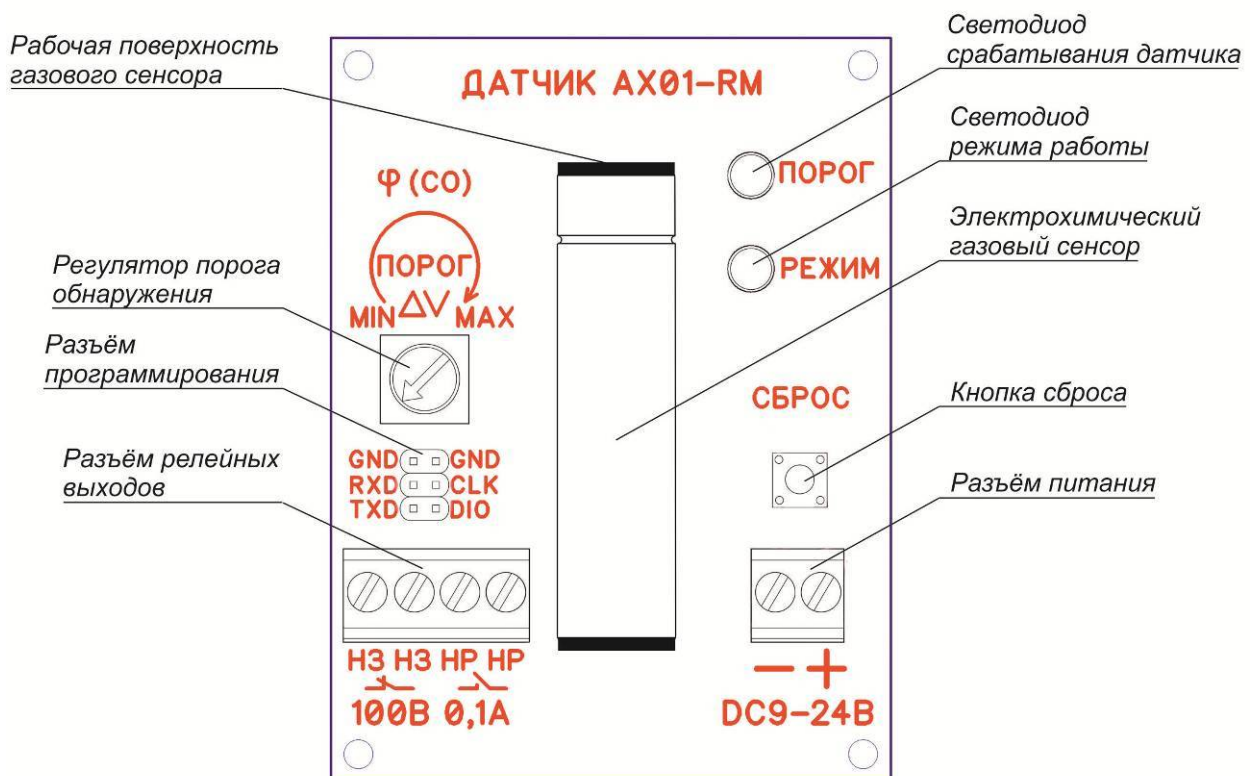

Рис. 1 Внешний вид платы датчика AX01-RM
Внешний вид платы преобразования датчика приведен на рис. 1. На плате располагаются следующие комплектующие:
- 3) Регулятор порога обнаружения. Положение регулятора на рис. 1 соответствует минимальному порогу обнаружения или максимальной чувствительности датчика;